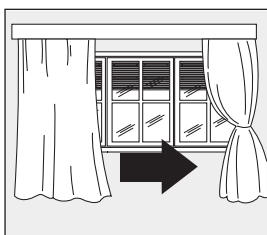

Fig. 6
- Protégez la pièce d'une exposition directe au soleil en fermant partiellement les rideaux et/ou les stores pour rendre l'appareil beaucoup plus économique à faire fonctionner (Fig. 6) ;